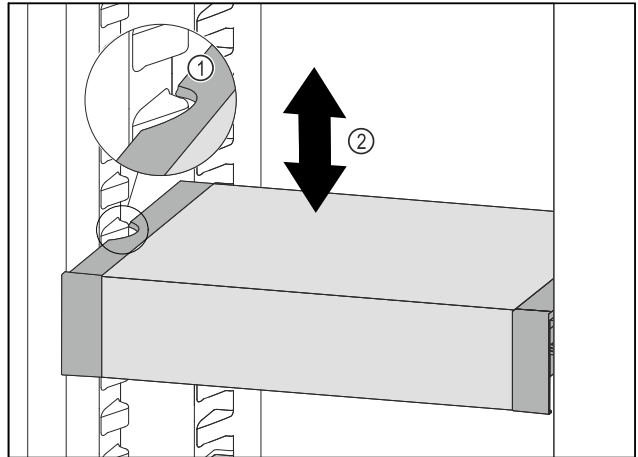

Fig. 122
- Tirer le VarioSafe vers l'avant jusqu'à ce que les encoches latérales du VarioSafe soient à la hauteur de la nervure du bac dans la partie réfrigérateur. *Fig. 122 (1)*
- Déplacer le VarioSafe vers le haut ou vers le bas dans la partie réfrigérateur jusqu'à ce que la hauteur souhaitée soit atteinte. *Fig. 122 (2)*